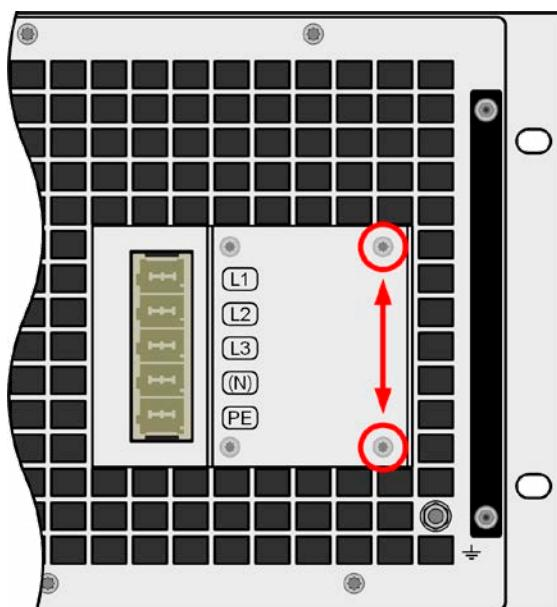

Bild 11 - Montageposition des Haltewinkels
1. Am AC-Filter die beiden rechten Schrauben lösen, wie im Bild 11 unten markiert.